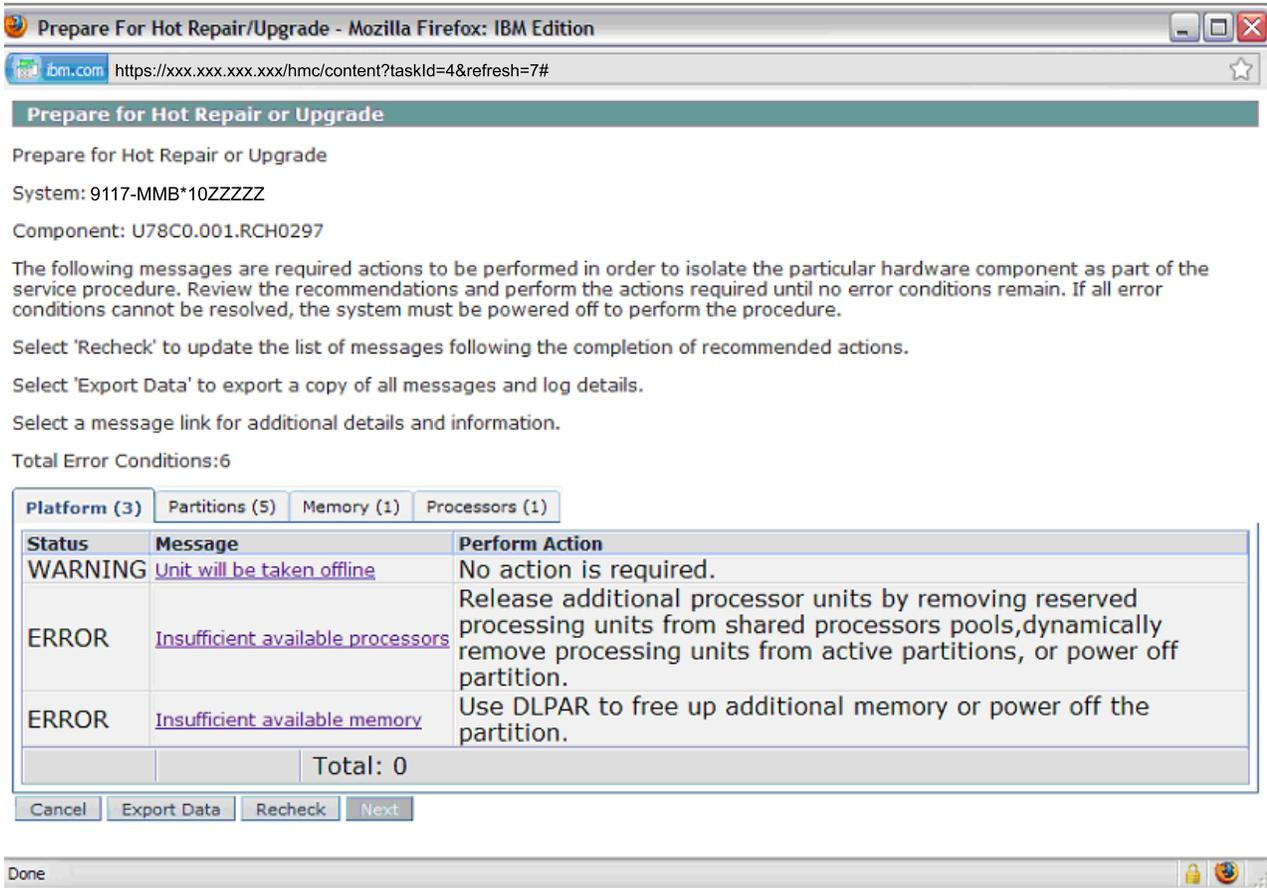

Figura 2. Ventana principal de la Preparación para reparación o actualización en caliente
- Una ventana que muestra una lista del conjunto de acciones que se deben realizar (antes de la operación de mantenimiento de adición y reparación de nodos en caliente del CEC) para que la evacuación de nodo sea correcta. Un ejemplo de esta ventana se muestra en Figura 2.